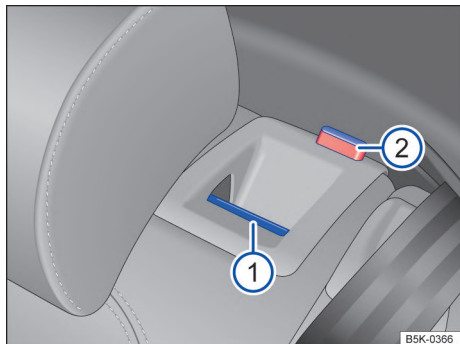

Fig. 67 En el respaldo del asiento trasero: tecla de desbloqueo.
- Tirar de la tecla de desbloqueo → fig. 67 ❶ hacia adelante y, al mismo tiempo, rebatir el respaldo del asiento trasero hacia adelante.
- La parte de respaldo del asiento trasero estará desbloqueada cuando la marca roja → fig. 67 ❷ sea visible.
- La marca roja → fig. 67 ❷ ya no puede ser visible.